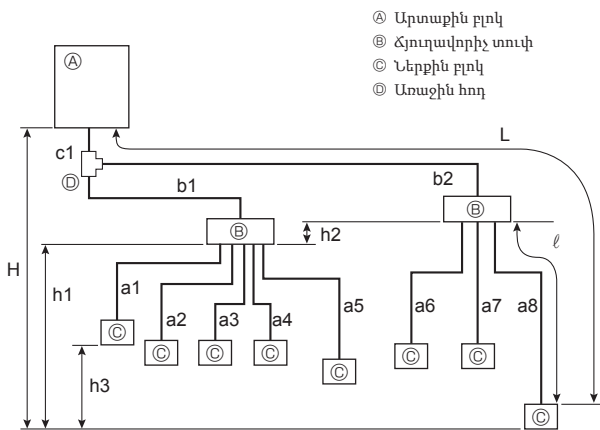

Fig. 4-2
4.2.2. Ճյուղավորիչ տուփով միացում (Fig. 4-2)